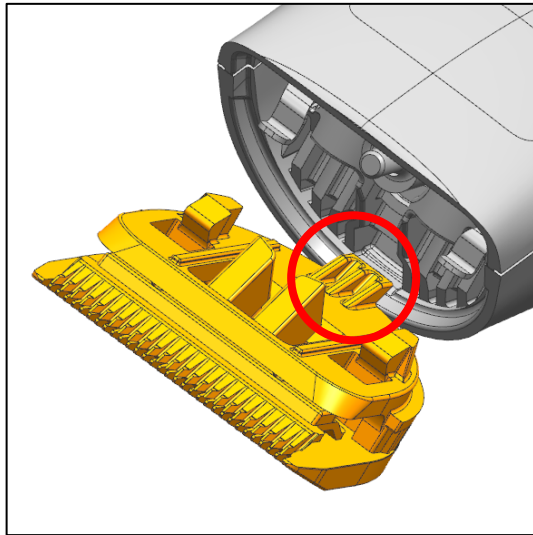

Abb. 28
- a) Setzen Sie den Schneidsatz mit der hinteren Haltenase im Gehäuseunterteil an (Abb. 28).